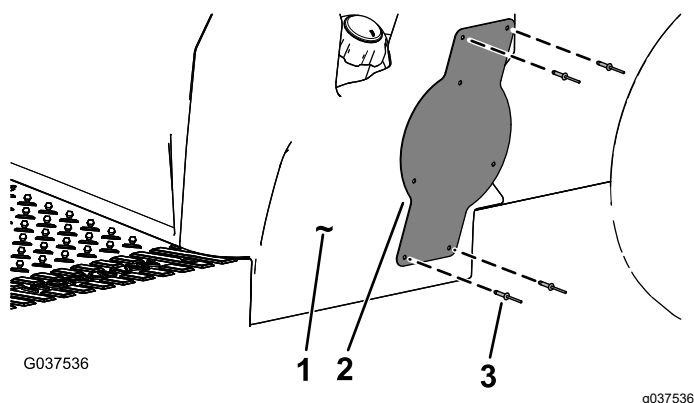

Figur 10
1. På maskinens vänstra sida mäter du 51 mm från nederkanten till vänster på sätessockelns sida och gör en markering (Figur 10).
2. Mät 57 mm rakt ovanför denna punkt och gör en markering (Figur 10).
3. Mät 83 mm åt vänster från den punkt du markerade i steg 2 och gör en markering (Figur 10).
4. Mät 80 mm åt vänster från den punkt du markerade i steg 3, mät sedan 299 mm rakt ovanför denna punkt och gör en markering (Figur 10).
5. Mät 83 mm åt vänster från den punkt du markerade i steg 4 och gör en markering (Figur 10).
6. Borra ett hål på 5 mm vid de fyra markeringarna (Figur 10).